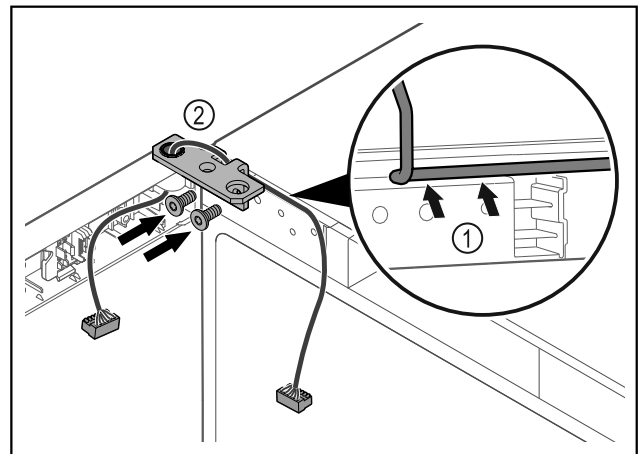

Fig. 41
- ▶ Prevlečte kábel cez vybranie uholníka závesu a opatrne ho položte Fig. 41 (1).
- ▶ Naskrutkujte uholník závesu Fig. 41 (2).